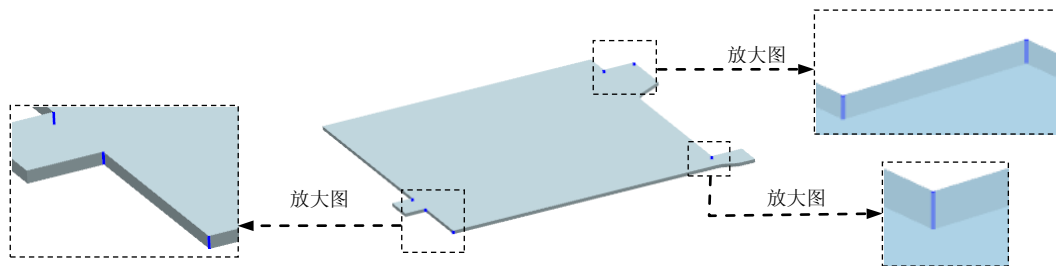

图 8.4.7 定义倒角边线
(1) 选择命令。单击“主页”功能选项卡“钣金”工具栏中的  倒角按钮。
(2) 定义倒角边线。选取图 8.4.7 所示的六条边线为倒角的边线。
(3) 定义倒角属性。在“倒角”命令条中单击  按钮，在 **折线:** 文本框中输入值 3，单击鼠标右键（两次）。
(4) 单击  按钮，完成特征的创建。